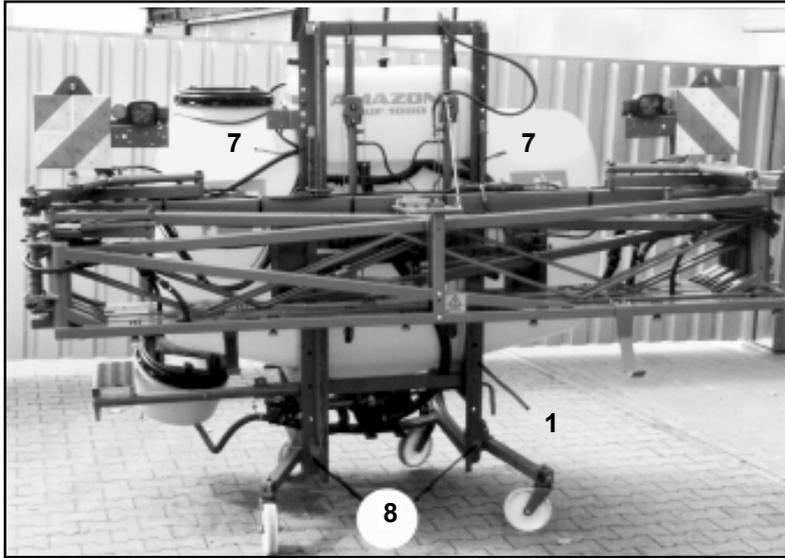

Fig. 10.2
- Hochschieben der beiden Vierkantprofile (Fig. 10.2/ 7) von Hand so weit als möglich und in dieser Position arretieren durch Hochsetzen der Anschlagelernen (Fig. 10.2/ 8) am Gestänge-träger (Fig. 10.2/ 1).
- Tiefer setzen der Anschlagelernen (Fig. 10.2/ 8) an den Gestänge-trägern (Fig. 10.2/ 1).